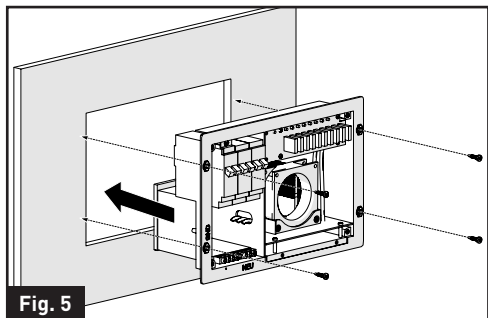
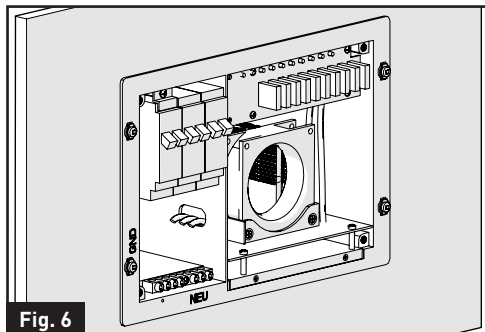

Fig. 5
Fig. 6
7. Deslice el Centro de energía en el área de apertura y fíjelo con 4 tornillos autorroscantes (rosca n.º 8-18) (no incluidos). (Fig.5 y Fig. 6)